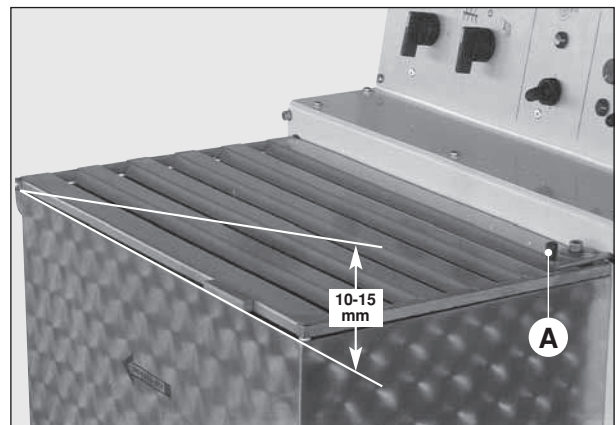

Fig. 33
- L'efficacité du double dispositif de sécurité sur le capot. Ce dispositif actionne deux micro-interrupteurs: l'un est commandé par le crochet sur le couvercle (Fig. 33 A), à l'intérieur de la fente d'arrêt, et l'autre par le capot lui-même.
En cours de vérification, contrôler que l'intervention du micro-interrupteur à l'intérieur de la fente a lieu lorsque le crochet n'est pas encore sorti de la fente; le micro-interrupteur du capot doit se déclencher lorsque le capot est soulevé de 10 à 15 mm. environ (Fig. 33);